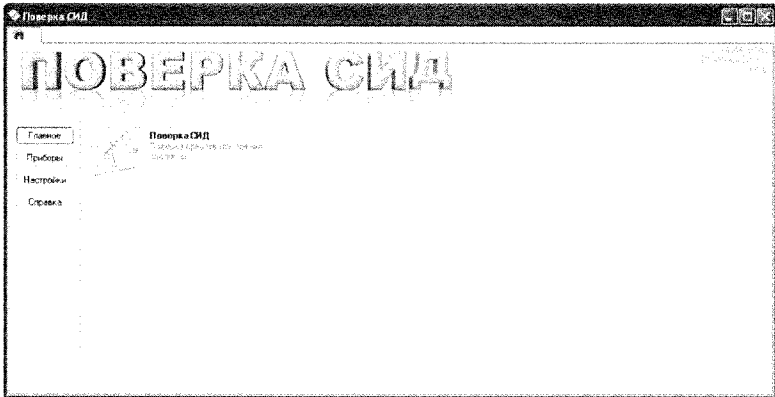
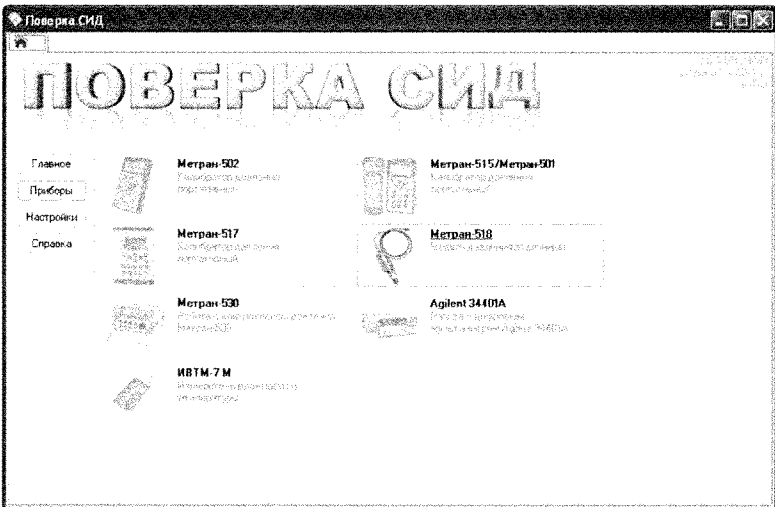
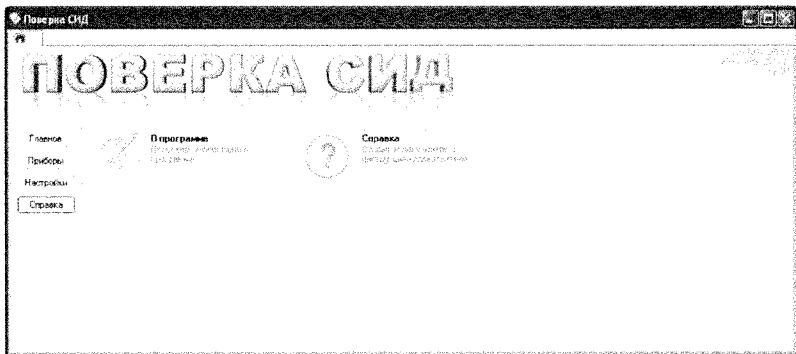

Рисунок 1 – Главное окно программы
Рисунок 2 – Режим программы «Приборы»
Рисунок 5 – Режим программы «Справка»
- в главном окне программы (см. рисунок. 1) выбрать режим «Приборы» (см. рисунок 2);
- в главном окне программы (см. рис. 1) выбрать режим «Справка» (см. рисунок 5);